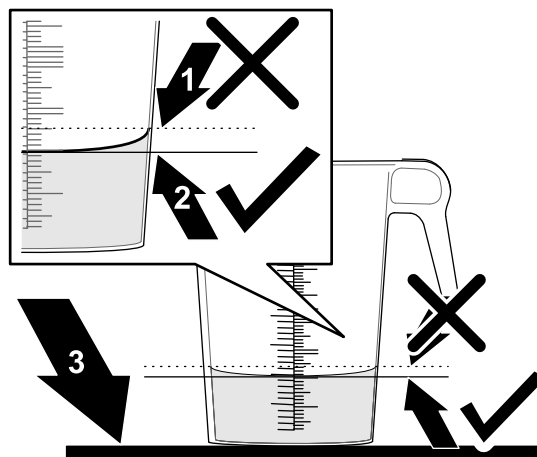

Figura 36
6. Collocate il recipiente graduato su una superficie piana e rilevate il volume del fluido (Figura 36).